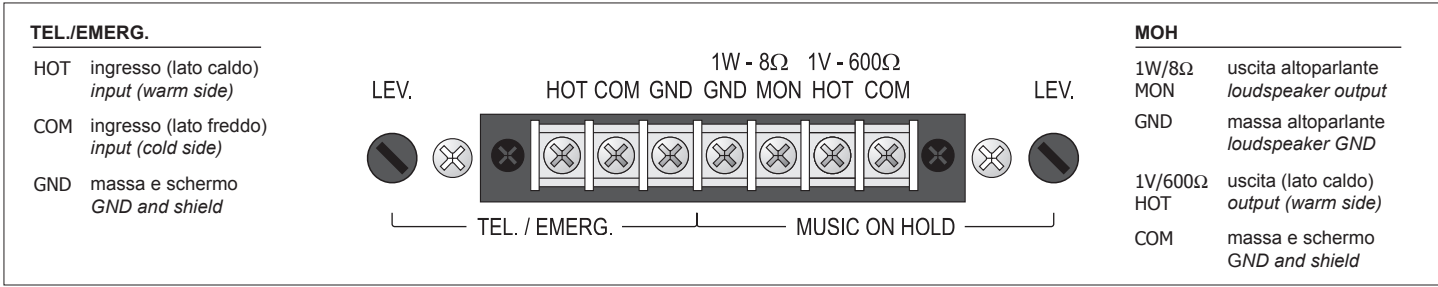

Fig. 4.8.1
A questi morsetti (25) è disponibile il segnale della sola sorgente selezionata sugli ingressi ausiliari (20); tale segnale non è soggetto all'azione di precedenza microfonica o telefonica. In particolare, l'uscita bilanciata a trasformatore (morsetti COM-HOT di fig. 4.8.1) può essere utilizzata per il pilotaggio di un ulteriore amplificatore, di un centralino telefonico od altro.
The signal of the only source selected on the auxiliary inputs (20) is available on these terminals (25). This signal is not affected by the use of telephone precedence. In particular, the balanced transformer output (strips COM-HOT, Fig. 4.8.1) can be used to drive an additional amplifier, a telephone exchange or other equipment.